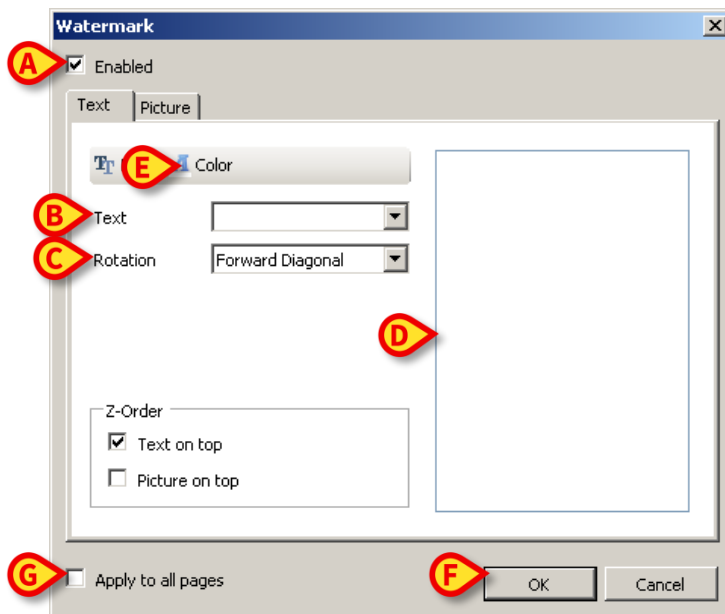

Fig. 25
Følgende vindu vises (Fig. 25).
- Pass på at “**Aktivert**”-avkrysningsboksen er avkrysset (Fig. 25 **A**). Hvis ikke, kan ikke vinduets innhold redigeres.
- Legg teksten inn i “**Tekst**”-feltet (Fig. 25 **B**).
- Bruk “**Rotasjon**”-menyen (Fig. 25 **C**) for å angi vannmerkets dreining (diagonalt, vannrett, loddrett).
En forhåndsvisning vises i området angitt på Fig. 25 **D**.
- Bruk knappene angitt på Fig. 25 **E** for å velge vannmerkets skrifttype og farge.
- Klikk på **Ok**-knappen (Fig. 25 **F**).
Hvis “**Bruk på alle sider**”-avkrysningsboksen er valgt (Fig. 25 **G**), brukes vannmerket på hver side i dokumentet. Hvis ikke, kun på den nåværende siden.